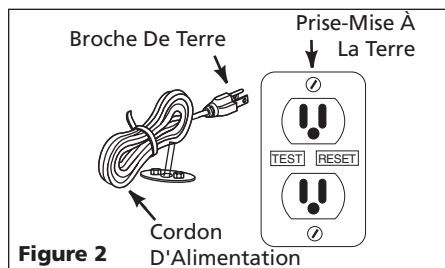

Figure 2
9. Introduire la fiche de l'interrupteur flotteur directement dans une prise de 120 volts (Voir Figure 2).